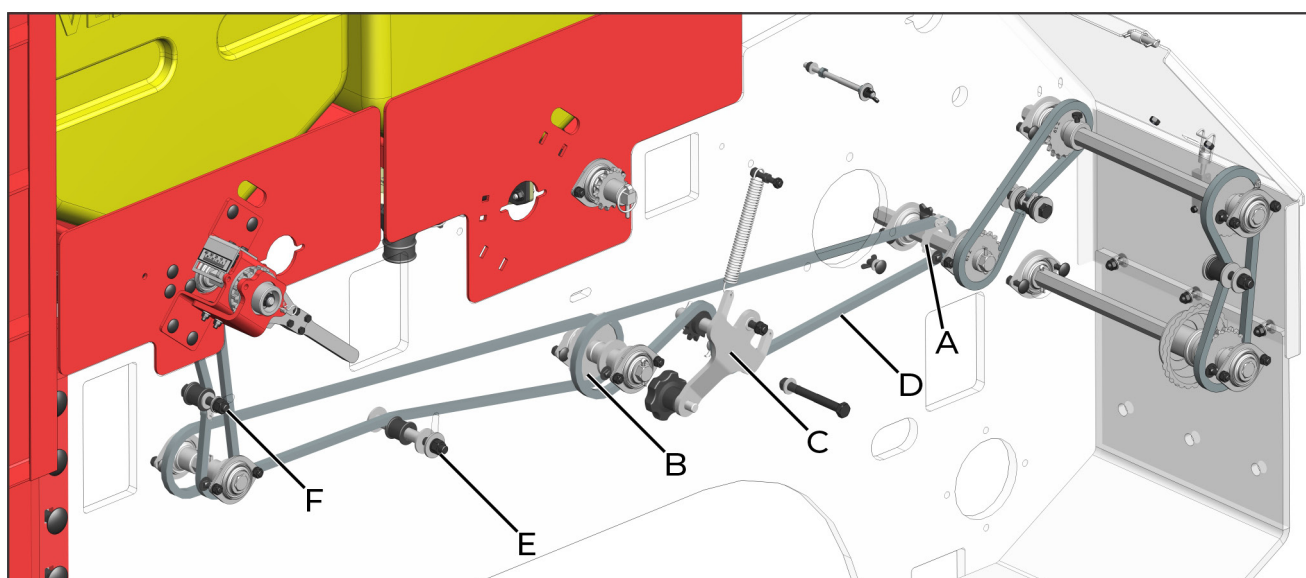

fig. 10
- Suelte la cadena de transmisión (D) aflojando el tensor (C) (Fig. 10);
- Mueva el piñón Z14/Z24 a la relación deseada, alineando la cadena con el engranaje Z28 (B) de manera que no haya un desgaste prematuro e irregular de los piñones y las cadenas; - Mantenga las cadenas tensas a través de los tensores (C, E y F) (fig. 10).